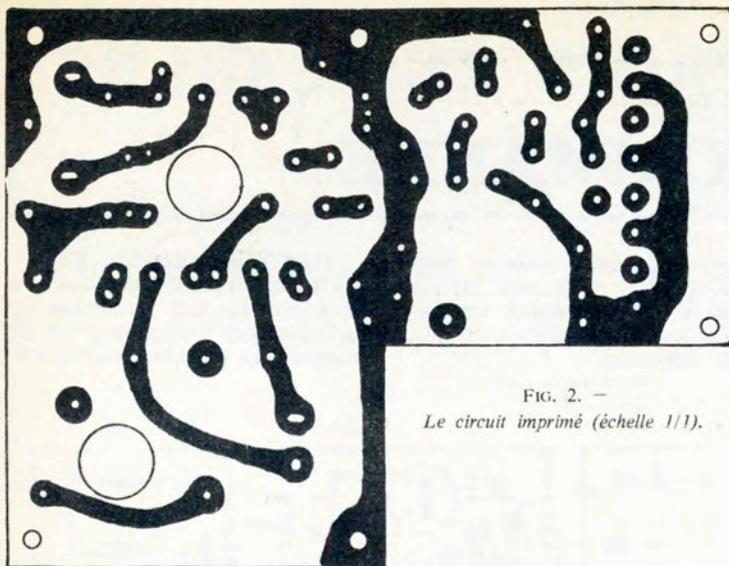

FIG. 2. -
- a) Le circuit imprimé (Fig. 2). En bakélite cuivrée ou en verre époxy. Nous avons déjà exposé notre méthode dans les numé-
Poser un rhodoïd de 10/10 sur le dessin du CI (par exemple sur la Fig. 2) et pointer tous les plots, tous les trous et tous les détails importants.
Vous avez compris qu'il s'agit d'avoir ainsi le pochoir complet du CI. Attention, dans quelques cas de CI, il faudra prévoir des attaches, faute de quoi, certaines régions disparaîtraient. (Ce n'est pas le cas pour la Fig. 2).